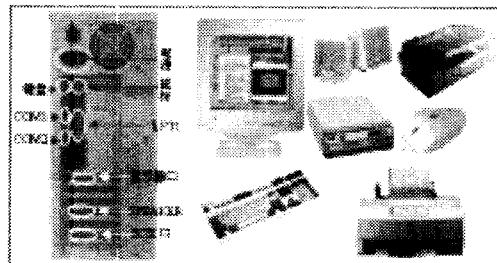

图 1-1 多媒体计算机各种部件图
(2) 图 1-1 中展示了组装一台多媒体计算机所需要的所有部件, 按照正确的连接关系, 通过划线, 把图中分散的部件连接成计算机系统。